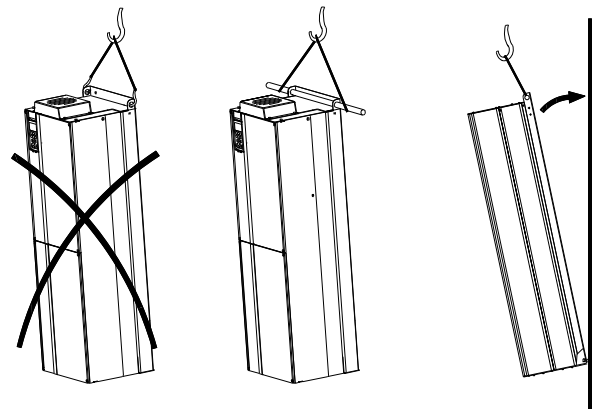

图2 建议采用的升举方法
只能使用升举孔来提升CUE。用一个横条防止升举孔弯曲。见图2。
3. 在底部安装螺丝,但留有一定松度。将CUE举起至螺丝位置。将CUE移到墙面处,然后固定顶部螺丝。拧紧全部四个螺丝。见图2。